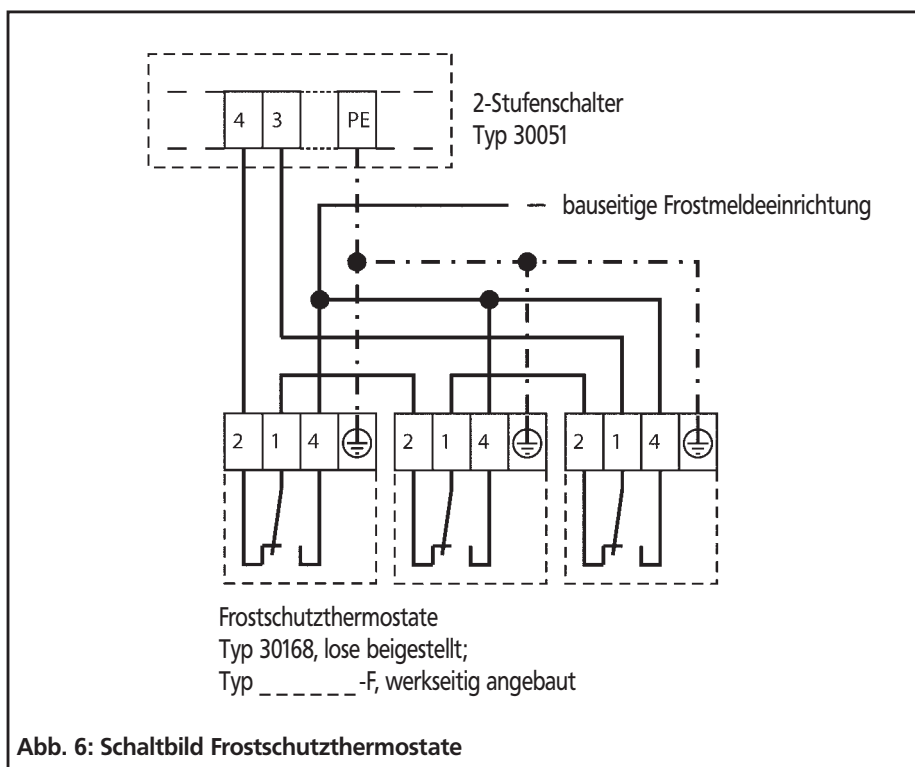

Abb. 6: Schaltbild Frostschutzthermostate
- Mehrere Frostschutzthermostate werden verschaltet, entsprechend Abb. 6.